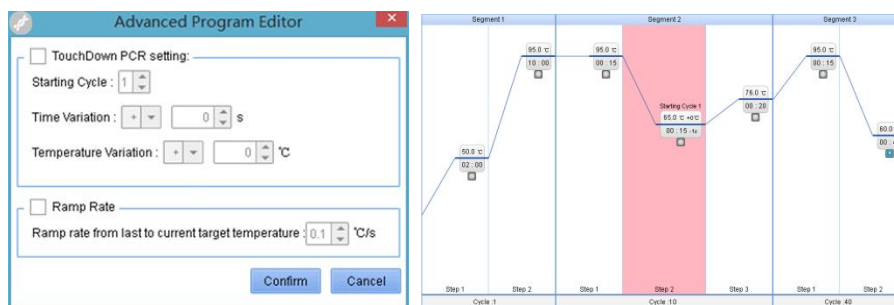

Fig 5-9
- ▶ Faceți clic pe Segmentul 2-Pasul 2 și faceți clic pe meniul **Program avansat**. Verificați **Setare PCR TouchDown**; intrați în **Ciclu de pornire**, selectați  în caseta Temperature Variation și introduceți „1”. Presați **Confirma** butonul și ecranul este afișat după cum urmează (Fig 5-9).